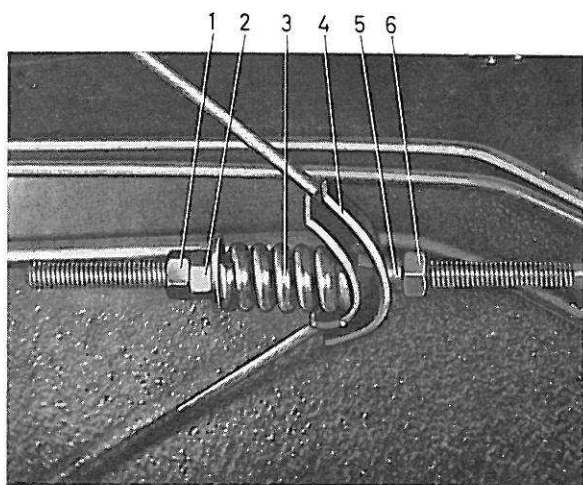
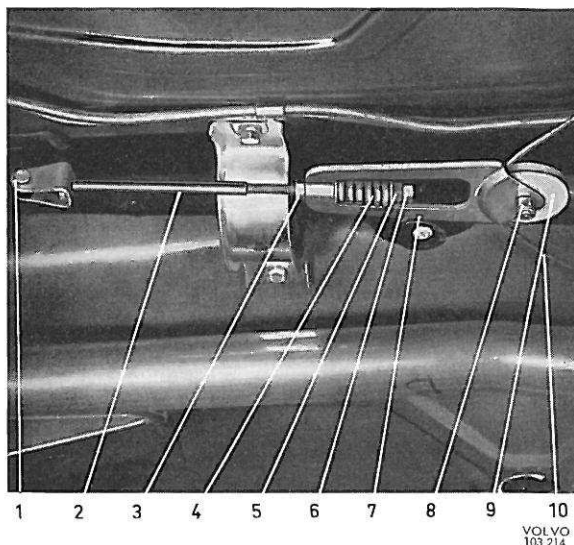

Figure 102. Détail d'un frein, ancien modèle
Figure 103. Détail d'un frein, nouveau modèle
6. Retirer le levier de commande et vérifier si l'on obtient un plein effort de freinage entre le 3ème et le 4ème crans. Si l'on arrive à tirer le levier de commande au-delà du 4ème cran sans obtenir un plein effort de freinage, il faudra tendre le câble de commande. Desserrer alors les contre-écrous et visser l'étrier de serrage (4, figure 102) ou le palonnier (7, figure 103) sur la tige de commande. Bien resserrer les contre-écrous après le réglage. S'assurer que l'effort de freinage est à peu près également réparti aux deux roues arrière.
3. Démontez l'étrier de serrage (4, figure 102) ou le palonnier (7, figure 103).
1. S'il faut monter de nouvelles garnitures ou un nouveau tambour, desserrer le dispositif de réglage (figure 102 ou 103) afin de bien détendre le câble de commande.